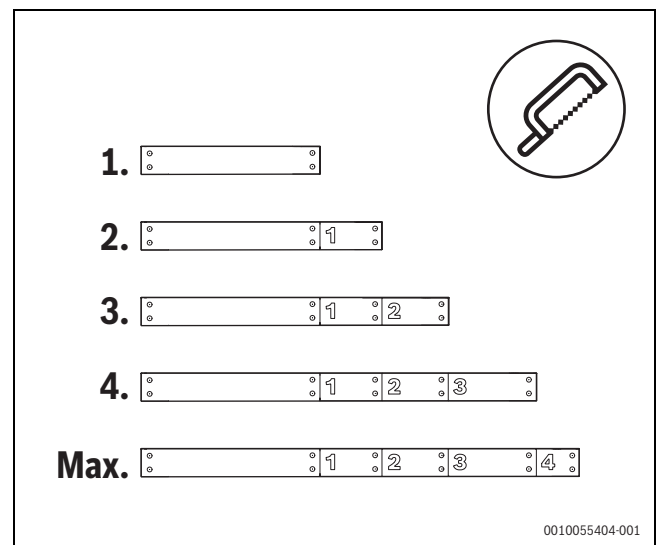

Bild 4 Längen der Distanzbretter des Fertigfundaments
- Stellen Sie sicher, dass Sie die Distanzbretter an der richtigen Markierung ablängen (→ Bild 4).